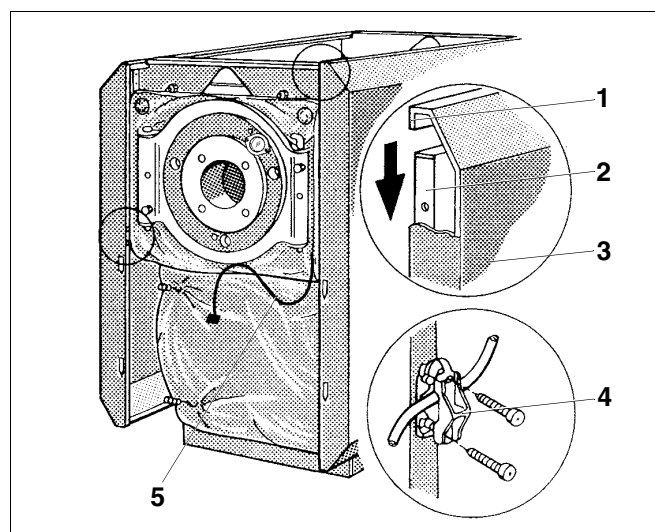

Fig. 11 Montering af trækafastning
- Løft sidevæggene (fig. 11, **pos. 3**), og hægt dem på foroven med afkantningen (fig. 11, **pos. 1**) i sidetraverserne (fig. 11, **pos. 2**), og skub dem nedad.
- Pres enderne af isoleringsmåtterne ind bag sidevægsafkantningen (fig. 11).
- Isæt trækafastning til brænderkablet (fig. 11, **pos. 4**) med de to stifter i hullerne i den venstre eller højre sidevægsafkantning.
- Afkort brænderkablet (fig. 11, **pos. 5**) til den passende længde, læg det i trækafastningen, lås lasken, og fastgør trækafastningen med 2 pladeskruer.